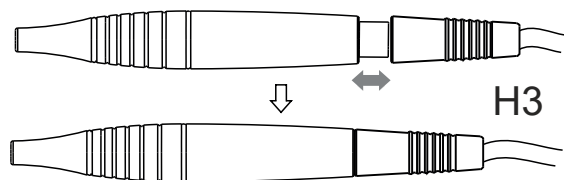

Imagen 10
6.4.1.2 Conecte la pieza de mano con el cable (Imagen 10), seleccione una punta adecuada para el escareador conforme su necesidad y atorníllela a la pieza de mano apretadamente con la llave de torsión (Imagen 7).